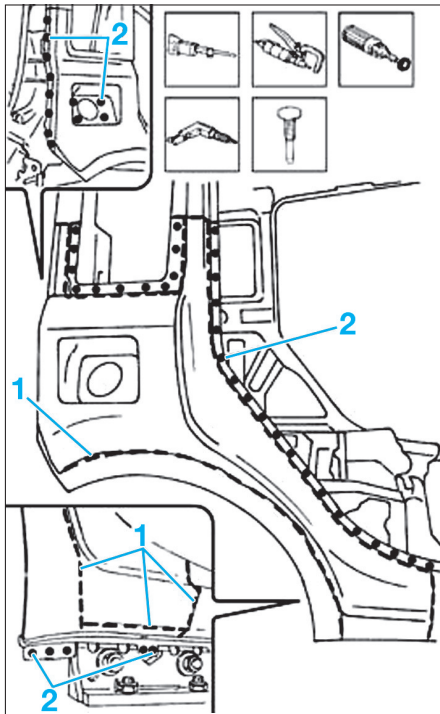

FIG. 22
- Découper et dépointer en zone (1) et (2) (Fig.22).